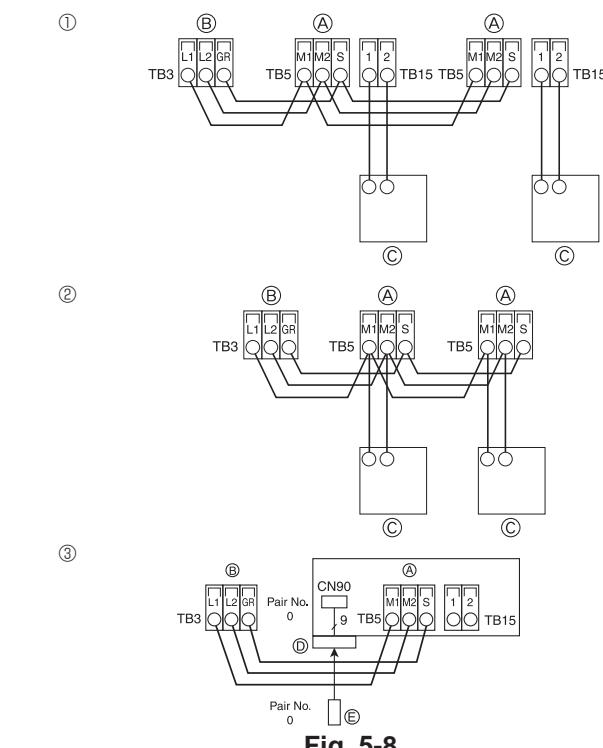

Fig. 5-8
5.4. Conectar los cables de transmisión del mando a distancia y de las unidades interior y exterior (Fig. 5-8)
- ① Mando a distancia MA
② Mando a distancia M-NET
③ Mando a distancia inalámbrico (al instalar el receptor de señales inalámbricas)